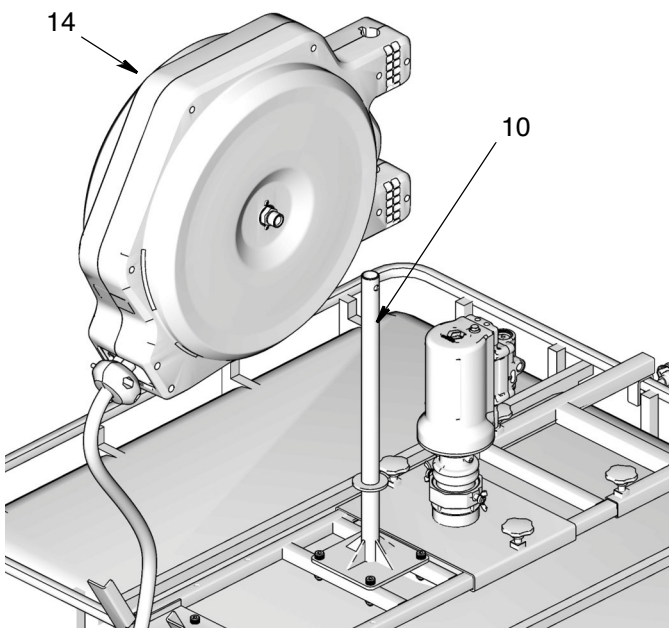

Рис. 16
- Установите шланговый барабан (14) на скобу барабана (10), как показано на Рис. 16.